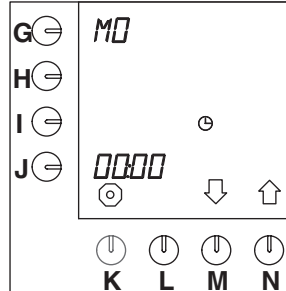

Fig. 42 Huidige dag en tijd
- Druk op selectietoets (N.)↑ tot fig. 42 (Huidige dag en tijd) in het display verschijnt.
- De urenpositie naast de programmeertoets begint te knippen (fig. 42).